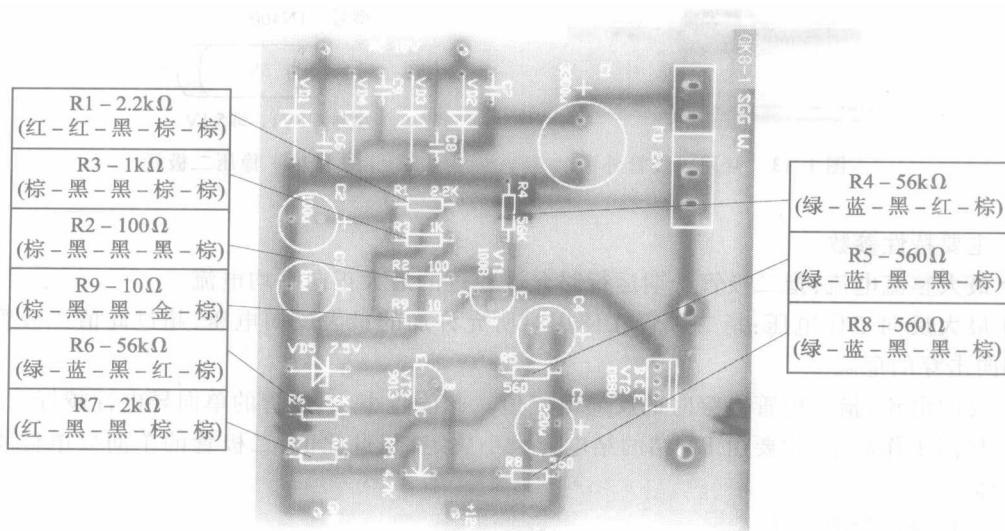

图 1.12 电阻安装说明
- ① 左右对称,电阻位于两孔中间。色环方向和文字方向一致。
- ② 弯脚要有圆弧,不能出现直角,引脚保持平直,如图 1.12 所示。